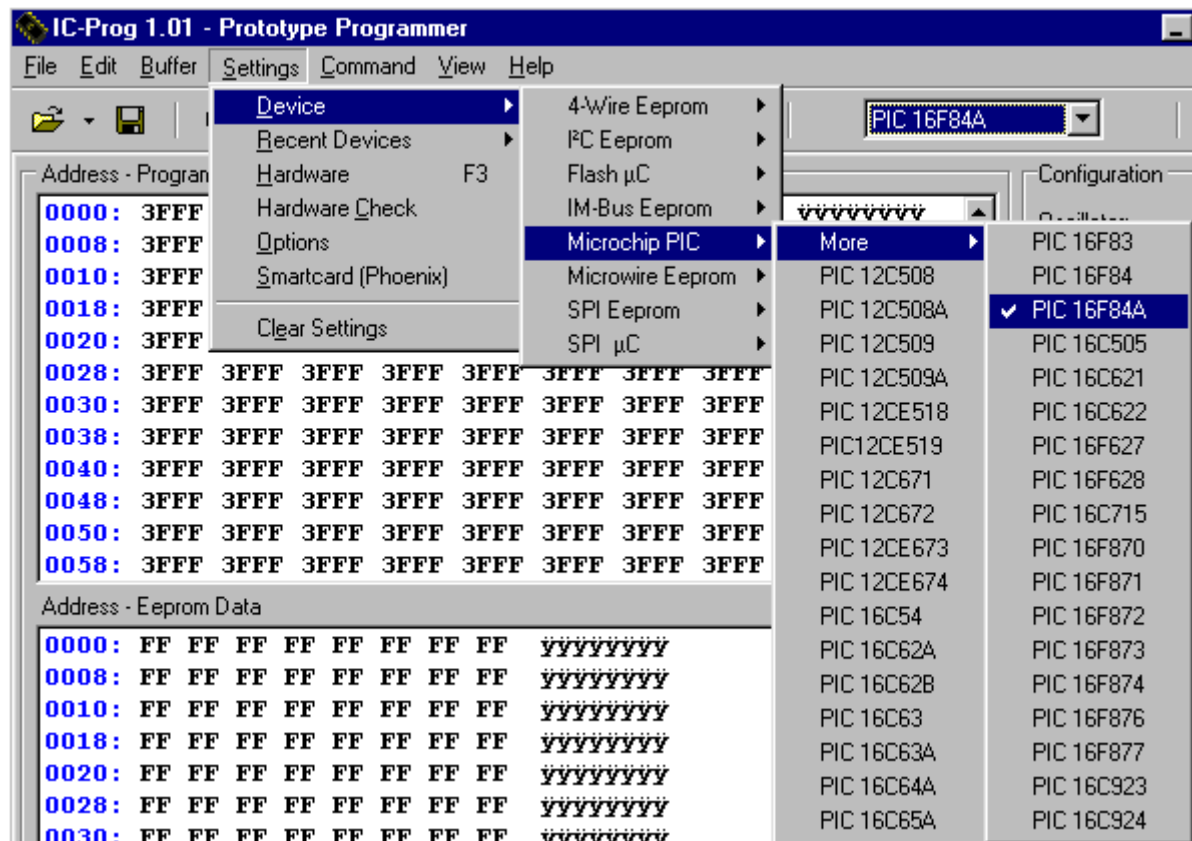

Figure 5
- Sélectionnez ensuite le composant qui vous intéresse (dans notre exemple ce sera le pic 16f84A) Figure 5